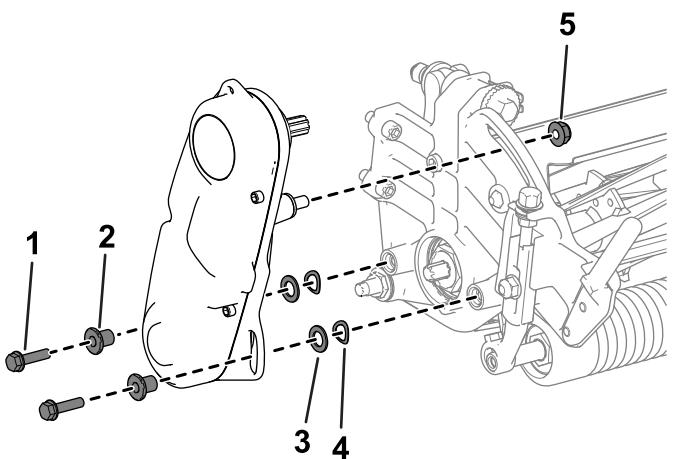

Figura 40
2. Retire las fijaciones que sujetan el conjunto de transmisión del molinete a la chapa lateral (Figura 40).
3. Retire el conjunto de transmisión del molinete, las arandelas planas, las arandelas de muelle y los espaciadores de la chapa lateral (Figura 40).